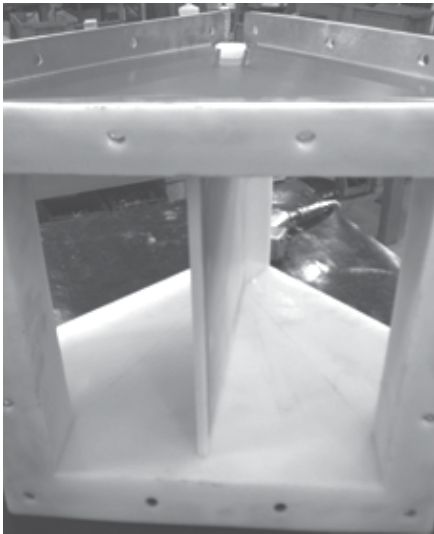

Fig. 2
The two inductive proximity switches (XS1), see Fig. 2, must be fixed on the two sides of the mount (B) at a minimum distance of 0,8mm from the lever.
Die zwei induktiven Näherungsschalter (XS1), siehe Fig. 2, müssen auf beiden Seiten der Platte (B) in einem Mindestabstand vom Hebel von 0,8 mm befestigt werden.
Два индуктивных бесконтактных переключателя (XS1), смотрите Рис. 2, должны быть зафиксированы с двух сторон держателя (B) на минимальном расстоянии 0,8 мм от рычага.
I due finecorsa induttivi, (XS1), vedi Fig. 2, devono essere fissati ai due lati della piastra (B) a una distanza minima dalla leva di 0,8 mm.